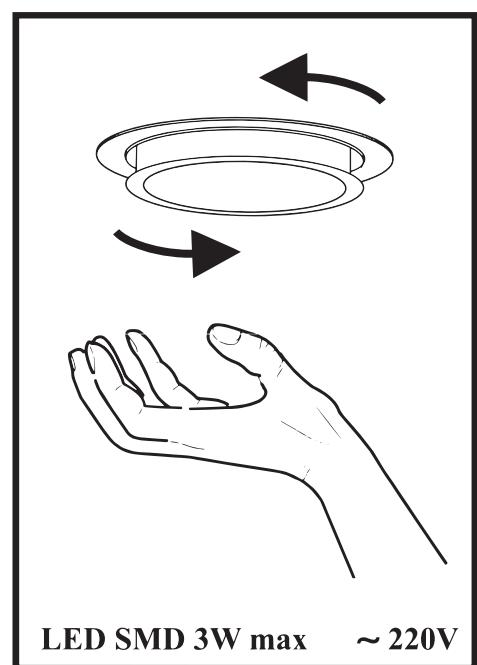

Рис.8
8.9 На витяжці встановленні **LED SMD** лампи підсвітки робочої зони плити. Перед початком заміни ламп освітлення необхідно відключити витяжку від електромережі, дати можливість охолонути лампам. Для заміни лампи необхідно зняти фільтри, віджати тримач патрона на себе, щоб лампа вийшла з корпусу витяжки, утримуючи тримач патрона, злегка надавити на лампу в напрямку патрона і, повернувши її проти годинникової стрілки, вийняти (**рис.8**). Замість неї необхідно встановити нову з тими ж характеристиками і встановити фільтри.